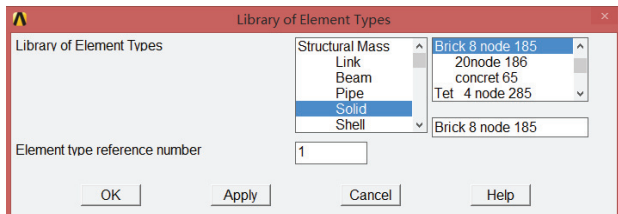

图 2-32 单元类型列表对话框
1) 选择 Main Menu | Preprocessor | Element Type | Add/Edit/Delete 命令，出现 Element Types 对话框，单击 Add 按钮，出现 Library of Element Types 对话框。在 Library of Element Types 列表框中选择 Structural Solid，Brick 8 node 185，在 Element type reference number 输入栏中输入 1，如图 2-32 所示，单击 OK 按钮关闭该对话框。